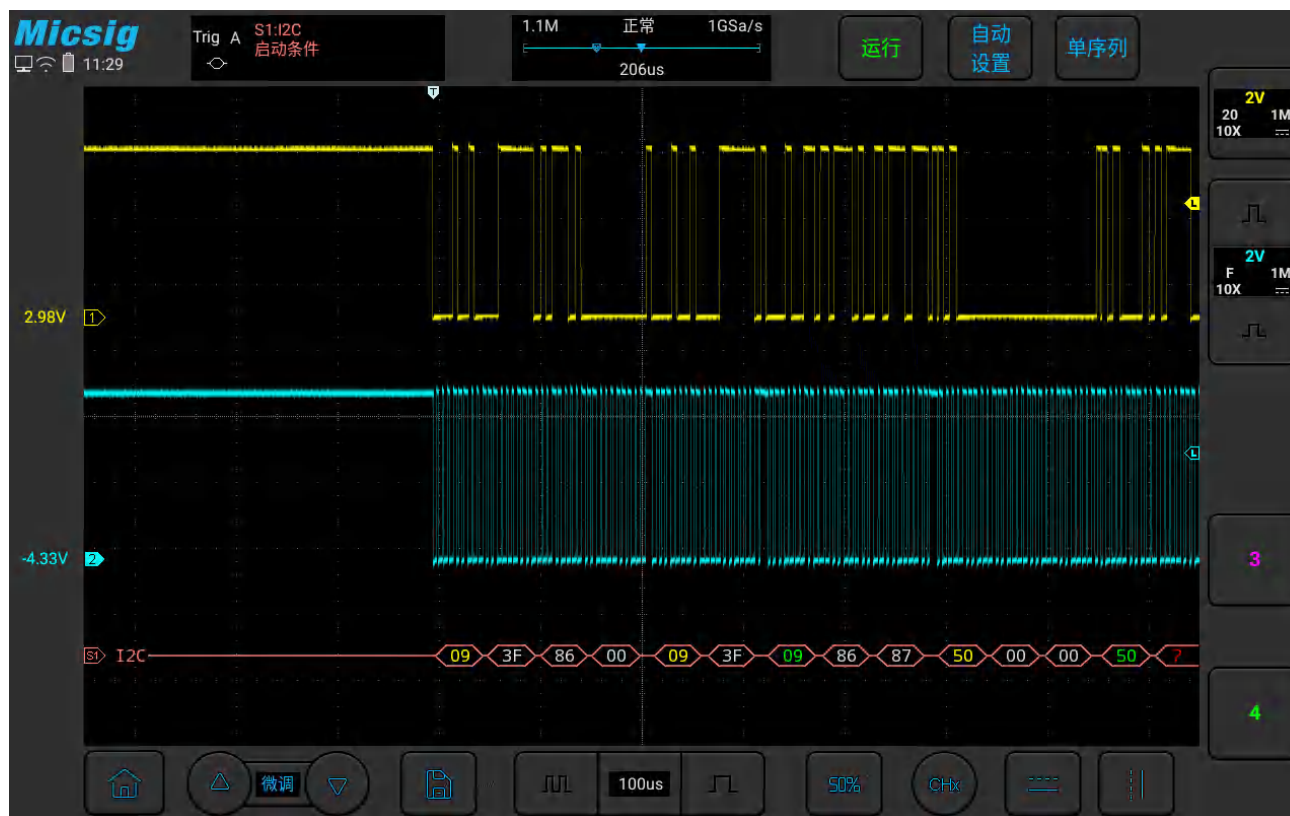

图11-24 I2C 图形界面
- （4） 依据信号幅值设置 2 个通道的阈值电平； I2C 触发图形界面见图 11-24：